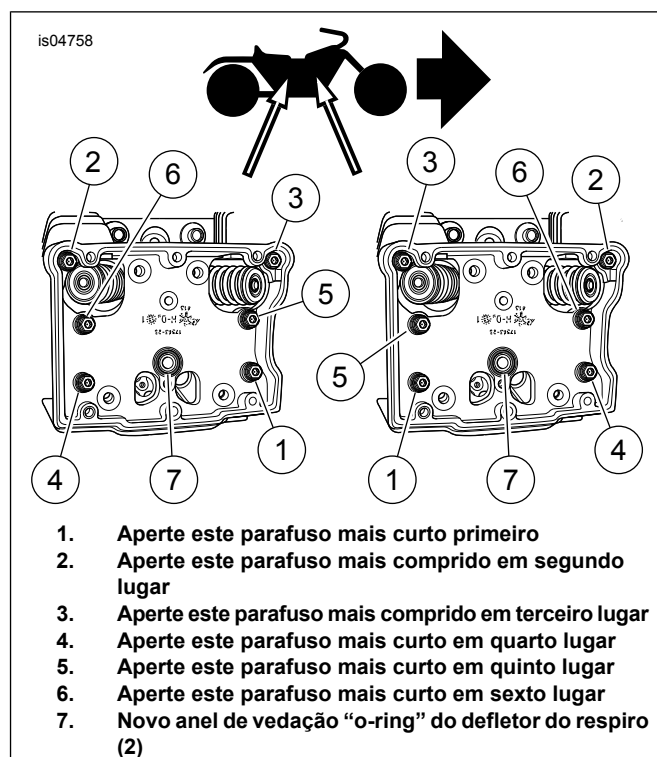

Figura 8. Comprimentos e seqüência de aperto dos parafusos da caixa do balancim
3. Aplique algumas gotas de Loctite® 243 (azul) nas roscas dos seis parafusos da caixa do balancim removidos no passo 14. Veja a Figura 8. **Aperte**, mas não totalmente, os dois parafusos com comprimento de 44 mm (1-3/4 pol.) no lado esquerdo do motor. **Aperte**, mas não totalmente, os quatro parafusos com comprimento de 32 mm (1-1/4 pol.) no centro e no lado direito do motor.
4. De maneira alternada, aperte os parafusos com torque de 13,6–18,9 N·m (120–168 in-lbs), na seqüência indicada pelos números circundados **para os cilindros dianteiro e traseiro** na Figura 8.